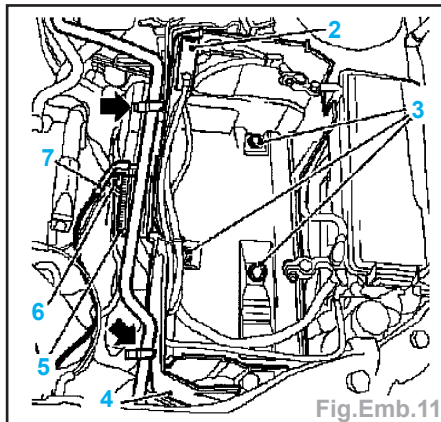

Fig.Emb.11
- Déposer le caisson de batterie (Fig.Emb.11) :
- déclipser l'appareil de commande de temps de préchauffage (5) par le haut (moteurs diesel uniquement),
- extraire la conduite de pression, avec l'amortisseur (4), du maître-cylindre d'embrayage (2).